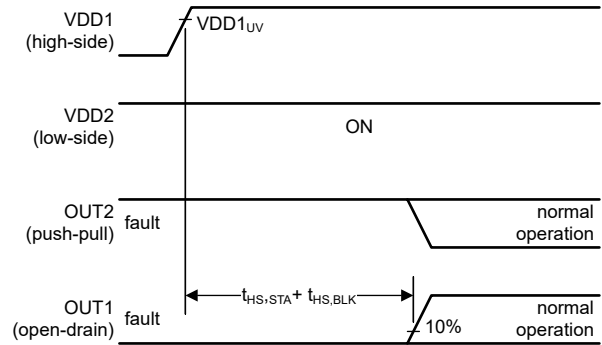

图 7-4. VDD2 保持开启; VDD1 开启 (长延迟)
在图 7-4 中, 高侧电源 (VDD1) 在低侧电源 (VDD2) 开启很长时间后开启。OUT1 最初处于低电平状态, 而 OUT2 处于高电平状态; 请参阅实例 (1)。在高侧电源启用后, 需要保持一段时间 ($t_{HS,STA} + t_{HS,BLK}$), 器件才会正常运行, 并且输出会反映比较器的当前状态。